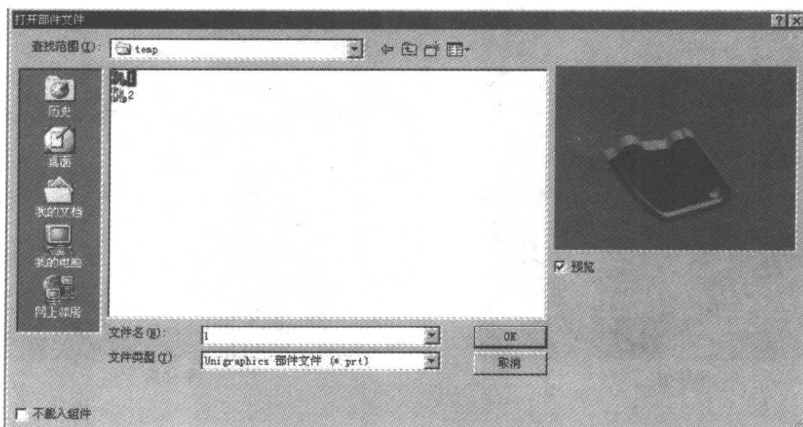

图 1-2 【打开部件文件】对话框
1) 启动 UG,在主菜单中选择【应用】→【Mold Wizard】→【Load Product】(装载产品)命令,打开【打开部件文件】对话框,如图 1-2 所示,选择【ch1/1.prt】文件,然后单击【OK】按钮。